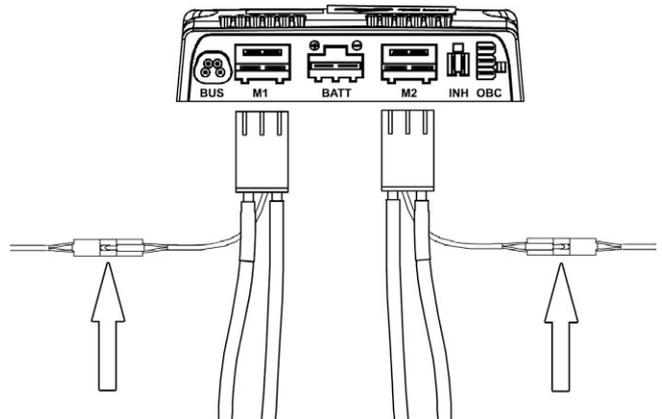

Abbildung 53. Elektrischer Anschluss der Magnetbremse.
4. Kabel der Magnetbremse am Kabelkontakt trennen. Siehe Abbildung. 53.